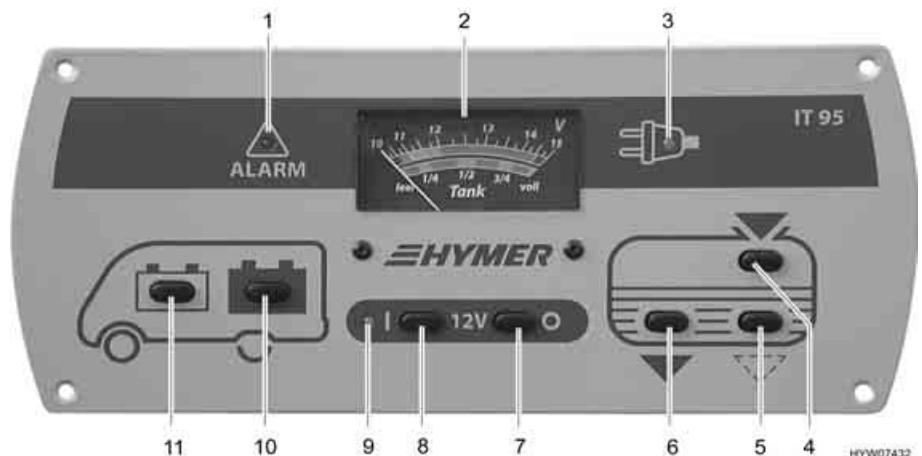

Fig. 132 Pannello di controllo (IT 95)
L'interruttore principale a 12 V (Fig. 132,7 e 8) inserisce o disinserisce il pannello di controllo e l'alimentazione a 12 V dell'abitacolo.
- Premere l'interruttore (Fig. 132,8) "I": L'alimentazione a 12 V dell'abitacolo è inserita. La spia di controllo (Fig. 132,9) diventa verde.
- Premere l'interruttore (Fig. 132,7) "O": L'alimentazione a 12 V dell'abitacolo è disinserita. La spia di controllo (Fig. 132,9) si spegne.
Per l'indicatore volt/serbatoio (Fig. 132,2) leggere la scala superiore. L'indicatore si illumina automaticamente appena viene premuto un interruttore.
- Premere l'interruttore (Fig. 132,11) "": Viene indicata la tensione della batteria di avviamento.
- Premere l'interruttore (Fig. 132,10) "": Viene indicata la tensione della batteria dell'abitacolo.
Per l'indicatore volt/serbatoio (Fig. 132,2) leggere la scala inferiore. L'indicatore si illumina automaticamente appena viene premuto un interruttore.
- Premere l'interruttore (Fig. 132,4) "": Viene indicato il livello del serbatoio dell'acqua.
- Premere l'interruttore (Fig. 132,6) "": Viene indicato il livello del serbatoio delle acque grigie.
La spia luminosa rossa "ALARM" (Fig. 132,1) inizia a lampeggiare non appena la tensione della batteria dell'abitacolo scende al di sotto di 11 V (misurazione durante il normale esercizio) con conseguente rischio che la batteria si scarichi troppo.
La spia di controllo a 12 V (Fig. 132,9) si accende non appena l'interruttore principale a 12 V (Fig. 132,8) viene inserito.
La spia gialla di controllo a 230 V (Fig. 132,3) si accende quando all'ingresso della centralina elettrica è presente una tensione di rete.